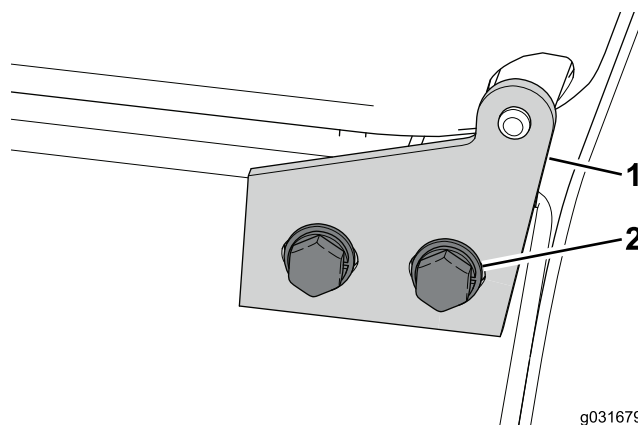

Figura 59
- Desaperte os 4 parafusos que prendem o capot à dobradiça do capot (Figura 59).